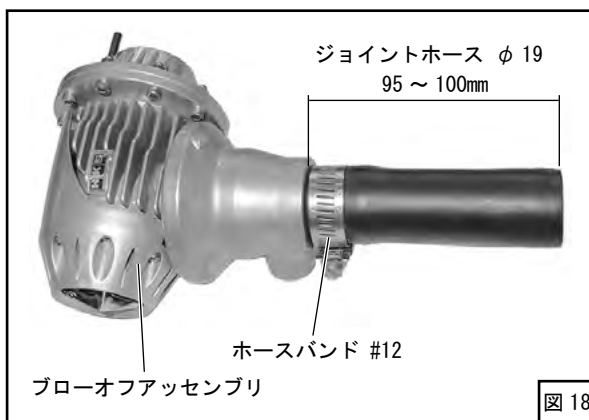

図 18
(8) ジョイントホースφ19を95～100mmにカットしてください。(図18)
(9) カットしたジョイントホースをブローオフアッセンブリに取付けてください。(図18、図21)